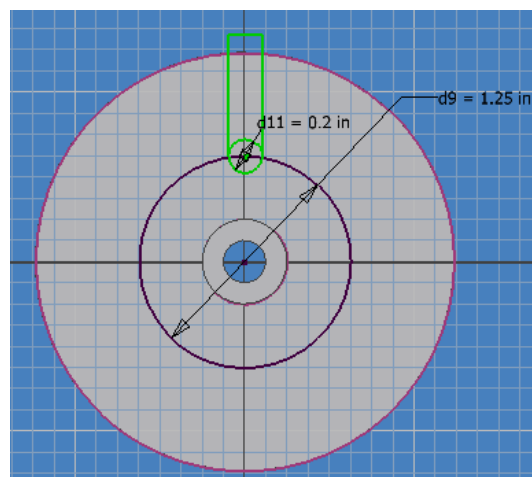

Figura 4.17 Boceto cerrado creado sobre el solido.
20.-A continuación, sobre uno de los ejes que pasan a través del boceto 2D, crearemos una nueva circunferencia de forma que tenga un diámetro de 0.2 pulgadas y agregaremos 2 líneas tangentes al círculo y que sean paralelas al eje de la circunferencia y las extenderemos hasta que sobresalgan de la circunferencia del solido creando un perfil cerrado como se muestra en la figura 4.17.